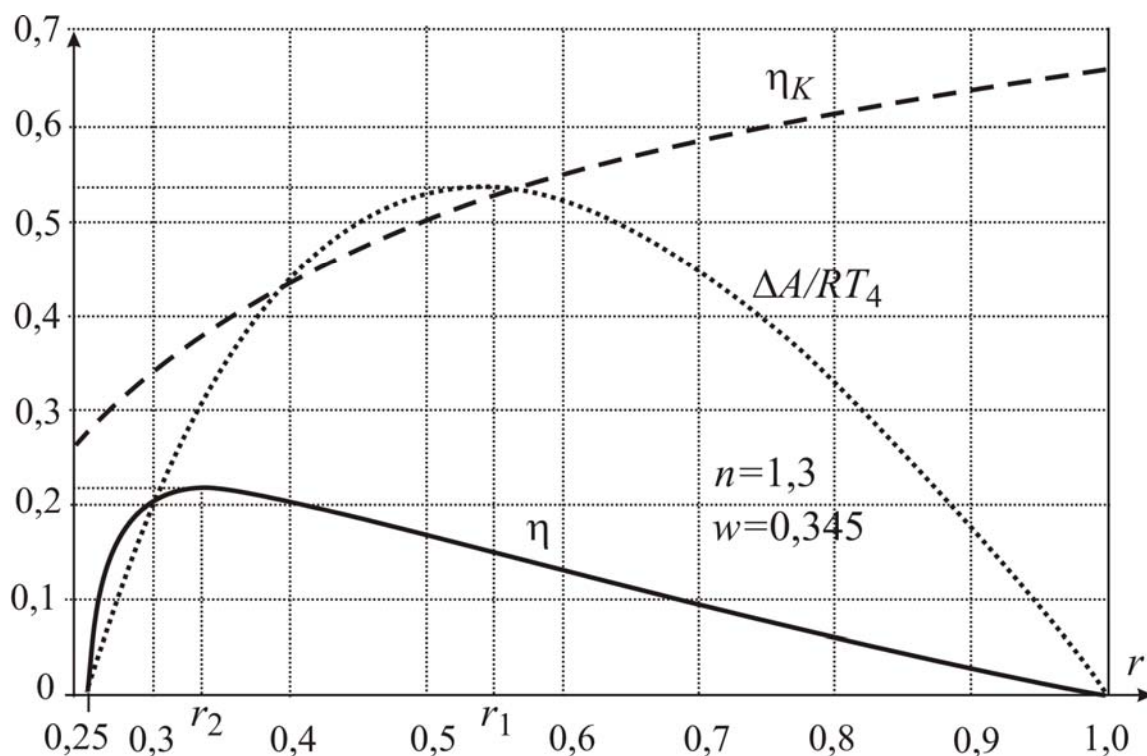

Рис. 3. Зависимость от параметра  $r$  КПД теплового двигателя ГТД  $\eta$ , КПД двигателя Карно  $\eta_K$ , работы ГТД за цикл  $\Delta A/(RT_4)$ .
На рис.3 представлена зависимость  $\Delta A/(RT_4)$  и  $\eta$  от  $r$  для  $n = 1,3$  и  $w = 0,345$ :
Кроме того, на рис.3 приведена зависимость коэффициента полезного действия обратимой тепловой машины Карно  $\eta_K$  от коэффициента сжатия  $r$ , причем температуры нагревателя и холодильника в цикле Карно берутся равными, соответственно, минимальной и максимальной температурам в цикле ГТД:
4. Для точек  $r_1$  и  $r_2$ , соответствующих максимумам работы  $\Delta A$  и КПД соответственно (см. рис.3), сделать следующие вычисления.